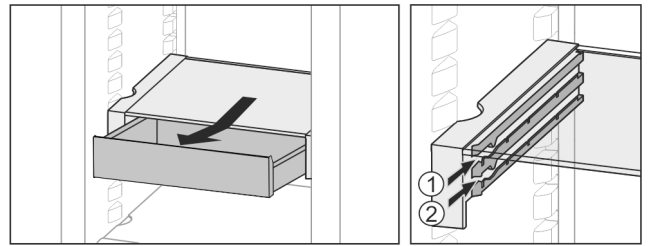

Fig. 25
- ▶ Introdúzcalo a la altura deseada Fig. 25 (1) o Fig. 25 (2).